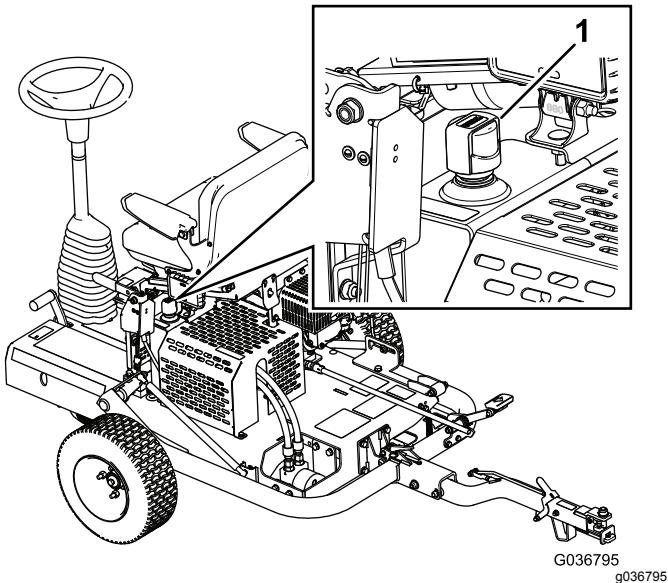

図 20
3. 油圧タンクのキャップを外し、ディップスティックで油量を点検する図 20。